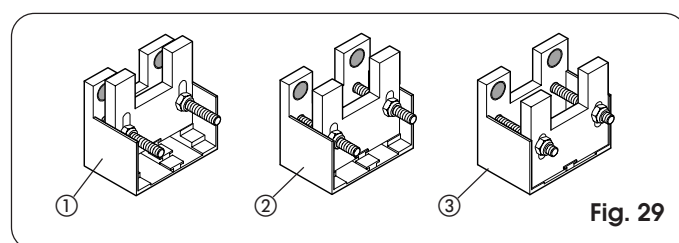

Fig. 29
- 1) Crémaillère zinguée 30x6 module 4 (Fig. 29 - Réf. ①)
- 2) Crémaillère zinguée 30x12 module 4 (Fig. 29 - Réf. ②)
- 3) Crémaillère en nylon renforcé 30x20 module 4 (Fig. 29 - Réf. ③)